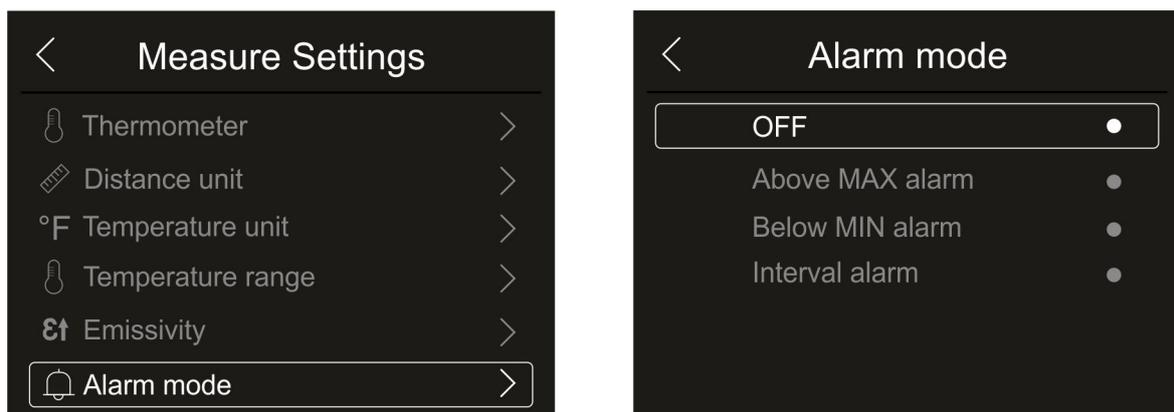

Fig. 26: Menu de ativação de limites de alarme de medição
1. Clique em "Temperature range" para definir a variação de medição de temperatura realizada pelo instrumento (esta opção está relacionada ao modo de medição Normal). Fig. 26 - o lado direito é exibido: